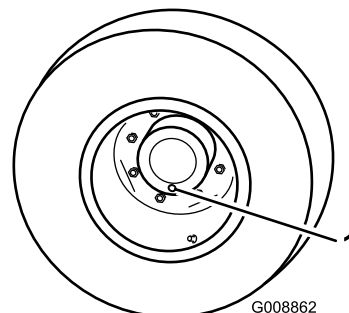

Рисунок 105
1. Поставив машину на ровную поверхность, расположите колесо так, чтобы одна контрольная пробка находилась в самом нижнем положении («6 часов») (Рисунок 105).